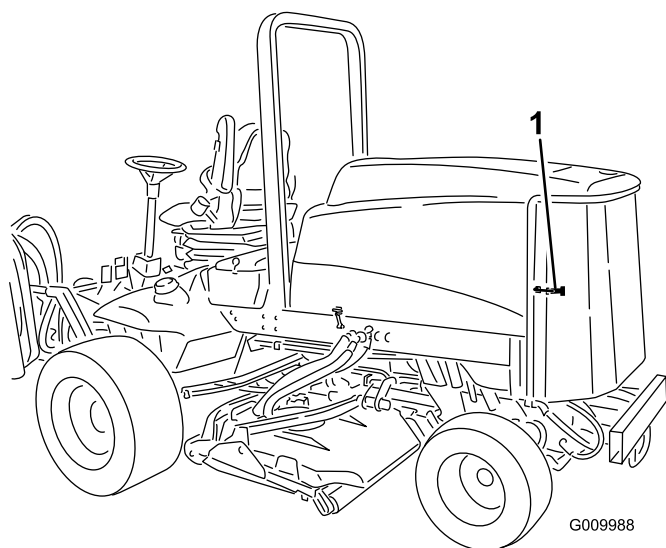

Figura 49
1. Desenganche y abra la rejilla trasera (Figura 49). Limpie a fondo cualquier residuo de la rejilla.